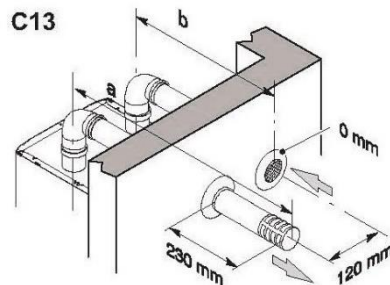

Рисунок 5.10
**Комплект раздвоенных воздухозаборных и дымоотводных трубопроводов Ø 80 мм (Рисунок 5.9 - Рисунок 5.10) - (Рисунок 5.11)**